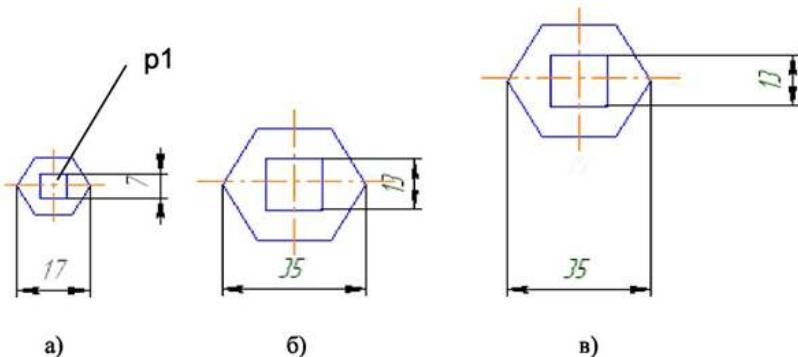

Рис. 4.7. - Примеры масштабирования объектов
размеров в **Панели свойств** имеются переключатели: - Не масштабировать и - Масштабировать. Работа переключателей проиллюстрирована на рис. 4.7а, б, в. На рис. 4.7а показано исходное изображение фрагмента, на рис. 4.7 б - масштабирование при включенном переключателе и на рис. 4.7 в - масштабирование при включенном переключателе . Одни и те же выделенные объекты могут быть масштабированы несколько раз за одно обращение к команде.
- 3) после задания в Панели свойств масштабного коэффициента, необходимо указать точку, относительно которой будет происходить масштабирование. Такая точка на рис. 4.7 а обозначена - точка **p1**;